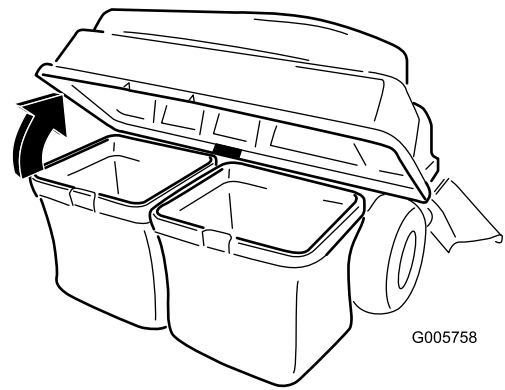

Bild 32
4. Öffnen Sie die Abdeckung des Heckfangsystems (Bild 32).